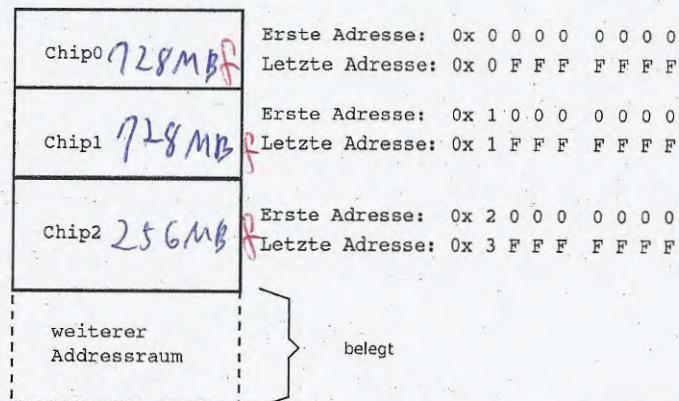

Bild 1: Speicherbelegung des Adressraums mit drei Speicherchips
a) Die Speicherbelegung eines ARM-Cortex-M3-Controllers ist in Bild 1 dargestellt. Wie groß sind die drei Speicherbereiche der drei Chips?